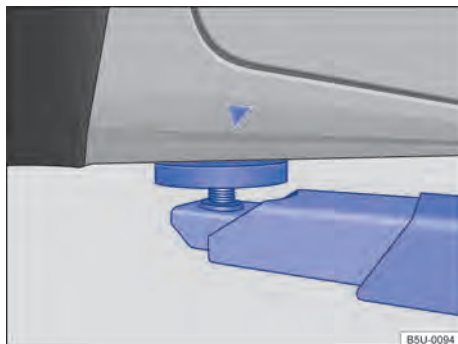
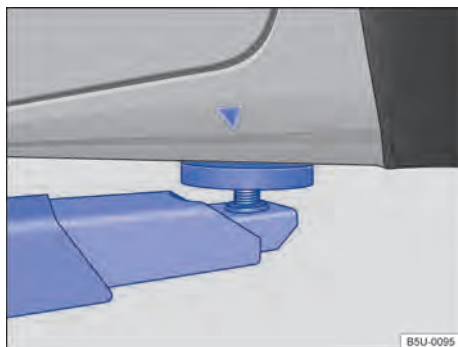

Fig. 222 Pontos de apoio dianteiros para a suspensão com plataforma elevatória ou com macaco.
Fig. 223 Pontos de apoio traseiros para a suspensão com plataforma elevatória ou com macaco.
O veículo deve ser suspenso somente pelos pontos indicados nas figuras → Fig. 222 e → Fig. 223. Se o veículo não for suspenso pelos pontos indicados, podem ocorrer danos no veículo → ⚠️ e ferimentos graves → ⚠️.
- Suspender o veículo somente pelos pontos indicados nas figuras → Fig. 222 e → Fig. 223. Se o veículo não for suspenso pelos pontos indicados, o veículo poderá cair da plataforma elevatória quando, por exemplo, o motor ou a suspensão for desmontado.